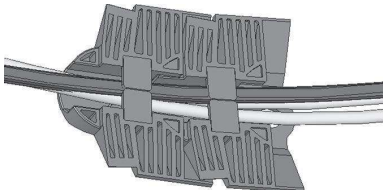

Figura 2: Empuje los cables bajo las lengüetas de goma dentro del canal. Compruebe que los cables queden holgados.
- Empuje los cables bajo las lengüetas de goma de la parte inferior, de modo que quepan con holgura en el canal, como se muestra en la Figura 2.